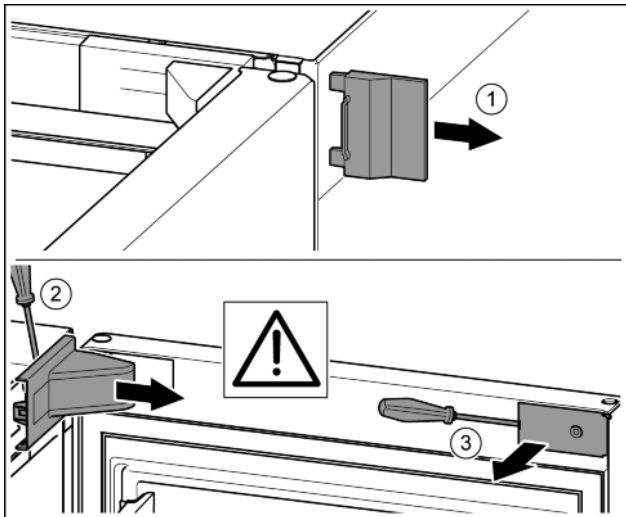

Fig. 8
- ▶ Зніміть зовнішню кришку. Fig. 8 (1)
- ▶ За допомогою викрутки звільніть кришку опорного кронштейна від фіксаторів та ослабте кріплення. Зніміть кришку опорного кронштейна. Fig. 8 (2)
- ▶ За допомогою шліцевої викрутки звільніть від фіксатора та поверніть убік накладку. Fig. 8 (3)